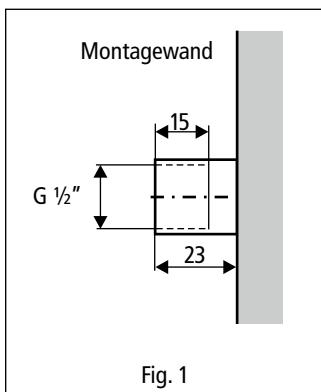

Fig. 1
- Voor de installatie moet er een waternaansluiting van 23 mm lengte met binnenschroefdraad G  $\frac{1}{2}$ " en een draadlengte van minstens 15 mm aanwezig zijn (Fig. 1).